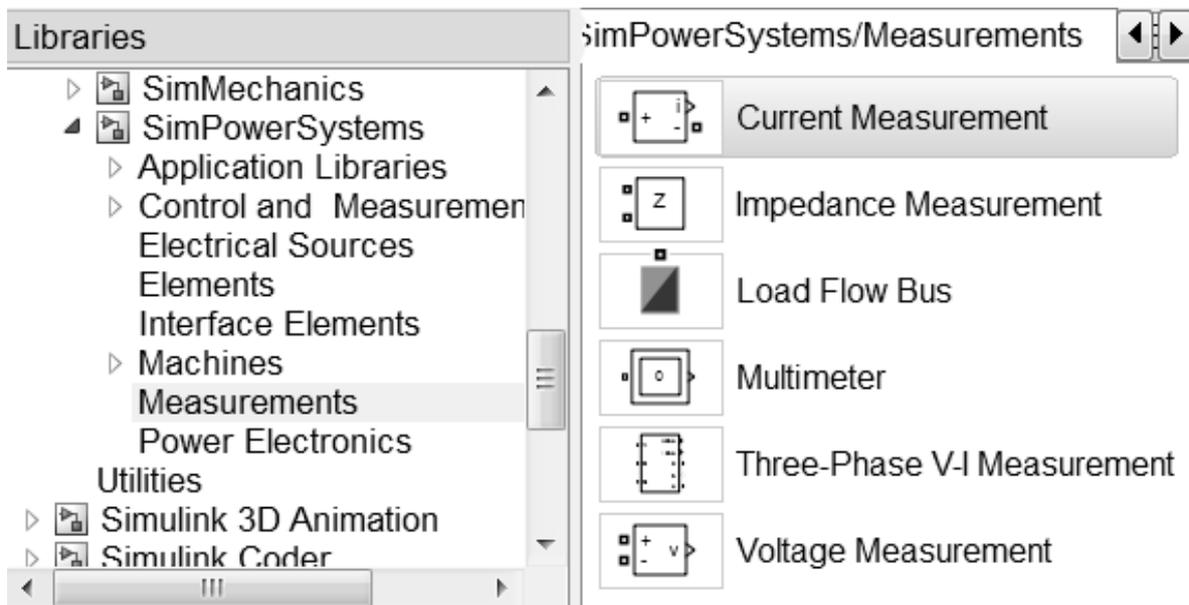

Рисунок 23
– в разделе **Measurements** (рисунок 23) размещаются блоки-измерители, имеющие p-входы и m-выходы (амперметры **Current Measurement**, вольтметры **Voltage Measurement** и т.д.). Эти блоки имеют p-входы для подключения измерителя к электрической цепи, а также по одному m-выходу (в блоке амперметра он обозначен «i», а в блоке вольтметра – «v»);